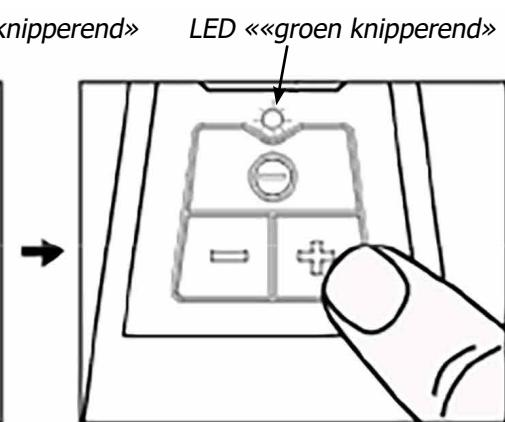

Fig. 3
- Stel de snelheid bij door op de knoppen “+” of “-“ te drukken. Druk op «+» om de snelheid te verhogen en op «-» om de snelheid te verlagen (Fig. 3).